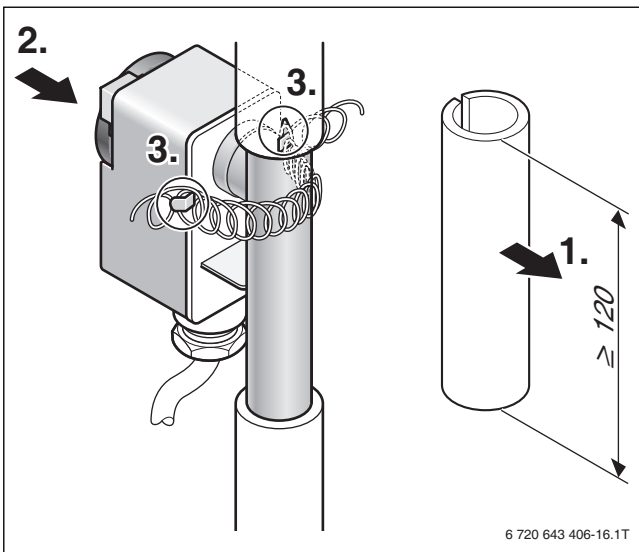

Bild 17 Temperaturwächter montieren
- An geeigneter Stelle drei Löcher für den Wandhalter bohren und Dübel setzen (→ Bild 17 bis 19). Die markierte Bohrung (9 mm, Bild 17) kennzeichnet die Mitte der Heizkreisanschlüsse.
- ▶ Temperaturwächter ohne Luftspalt zum Vorlaufrohr befestigen (→ Bild 17).